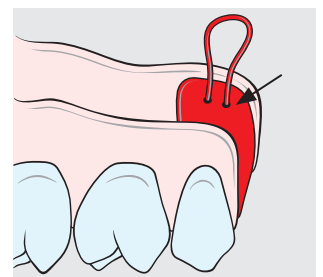

Fig. 7
a) Herstellungsverfahren, wenn die Abdrucknahme mit der bestehenden Mini-SG® Matrize ohne Gleiteinsatz erfolgt ist: Mit geeignetem Stumpf/Modellmaterial, z.B. Epoxy, die Matrize vorsichtig füllen und z.B. mit Drahtschleife eine Retention (Fig. 7) für das Gipsmodell vorsehen.
b) Herstellungsverfahren, wenn die Abdrucknahme mit der Mini-SG® Tuning-Matrize erfolgt ist: Innenfläche mit Vaseline isolieren, mit geeignetem Stumpf/Modellmaterial, z.B. Epoxy, die Matrize vorsichtig füllen und z.B. mit Drahtschleife eine Retention (Fig. 7) für das Gipsmodell vorsehen.